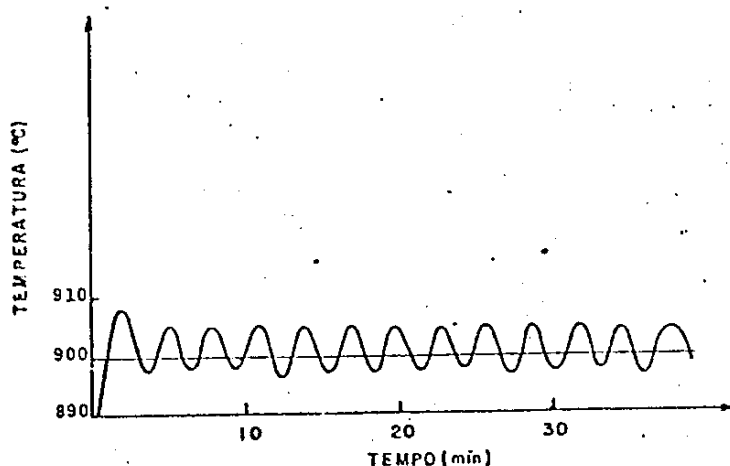

Fig.7 Início do ajuste do controlador.
- Ajusta-se  $k_1$  até a criação de oscilações constantes Fig.7,
Segundo a Fig.7 temos: